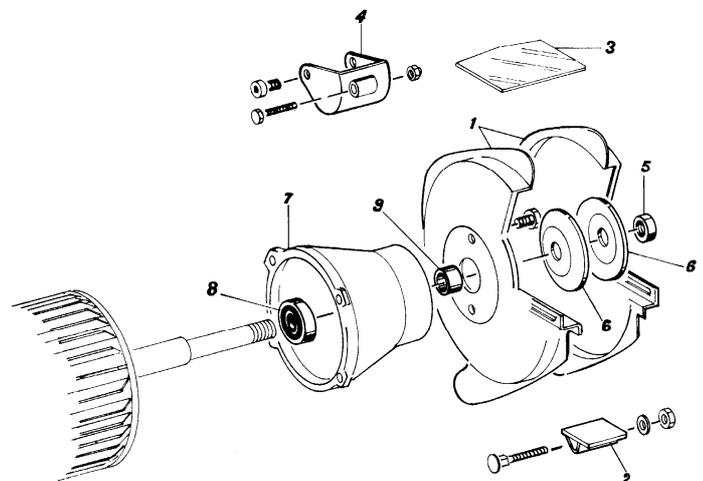

Figure 2
2. Démontez le pare-étincelles (4 fig.2), l'écran de protection (3 fig.2) et le support d'outils (2 fig.2).
3. Démontez le carter extérieur de meule (1 fig.2) en dévissant les vis.
5. Dévisser l'écrou de meule (5 fig.2) en utilisant une clé plate.
6. Démontez le flasque extérieur de meule (6 fig.2).
10. Remontez le flasque extérieur de meule (6 fig.2).
12. Remontez le carter extérieur de meule (1 fig.2).